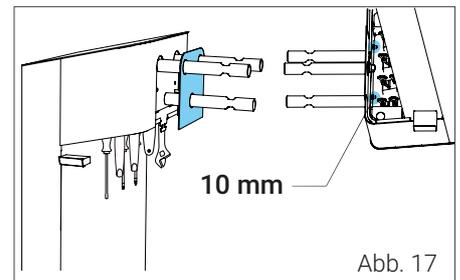

Abb. 17
- 1 Entfernen Sie als erstes die Sichtblende (6) im Bereich der Sattelaufnahmebolzen (5). Hierfür die zwei M6 Muttern im Inneren des Werkzeugfachs (7) mit einem 10 mm Maulschlüssel lösen (Abb. 17).
- 13 Sichern Sie die Abdeckhaube mit der M4 Flachrundkopf-Torx Sicherheitsschraube (20) nutzen Sie den passenden Sicherheits-Bit (4). Drehen Sie die Schraube handfest an.
- 14 Schieben Sie zum Schluss die Sichtblende über die Sattelaufnahmebolzen und befestigen Sie diese mit den M6 Muttern von innen (Abb. 17).